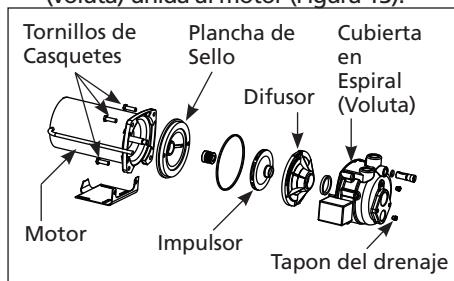

Figura 13 - Bomba Convertible para Pozos
- Saque los cuatro pernos que mantienen la cubierta en espiral de la bomba (voluta) unida al motor (Figura 13).